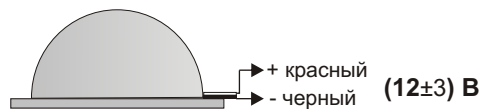

Рис.2 Схема подключения устройства "СИ-1".
5.2. На рис.2 показана схема подключения "СИ-1"